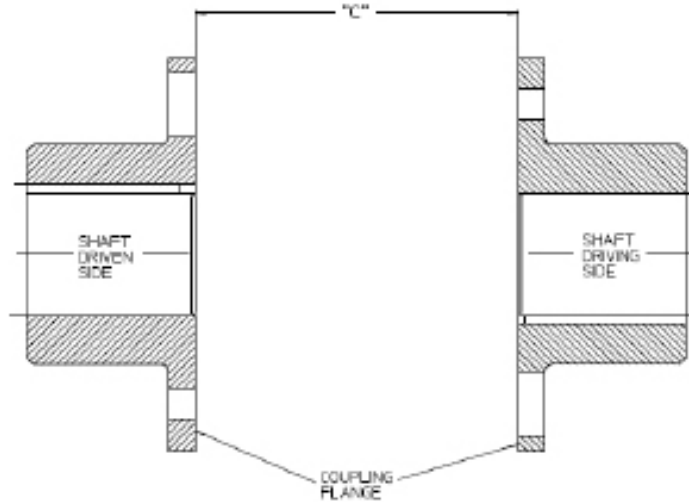

Figure 9 - Montage des moyeux sur les arbres
9.1. Vérifiez que les moyeux ont été montés de sorte que la dimension « C » indiquée à la figure 9 et définie dans le tableau 1 soit correcte. La dimension « C » est la distance mesurée entre les faces des deux brides de moyeu. Notez que la dimension C ne tient pas compte de la longueur réduite de la protubérance diamétrale des brides.
- 9.8. Pour vérifier l'assemblage et l'alignement, mesurez la distance « N » entre les brides du moyeu et le corps central à chaque extrémité, comme indiqué sur les figures 9 et 11. La dimension « N » doit être mesurée à quatre (4) positions également espacées sur la périphérie des paquets de disques (en haut, en bas et sur les côtés) à chaque extrémité.